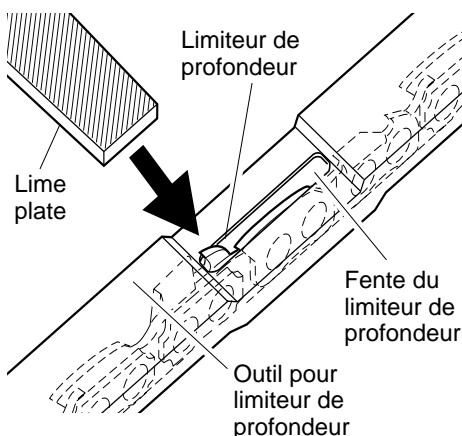

Figure 21 - Position de l'outil pour limiteur de profondeur sur la chaîne
1. Placer l'outil pour limiteur de profondeur fermement par-dessus 2 taillants. S'assurer que le limiteur de profondeur entre dans la fente de l'outil. (Voir la figure 21.)